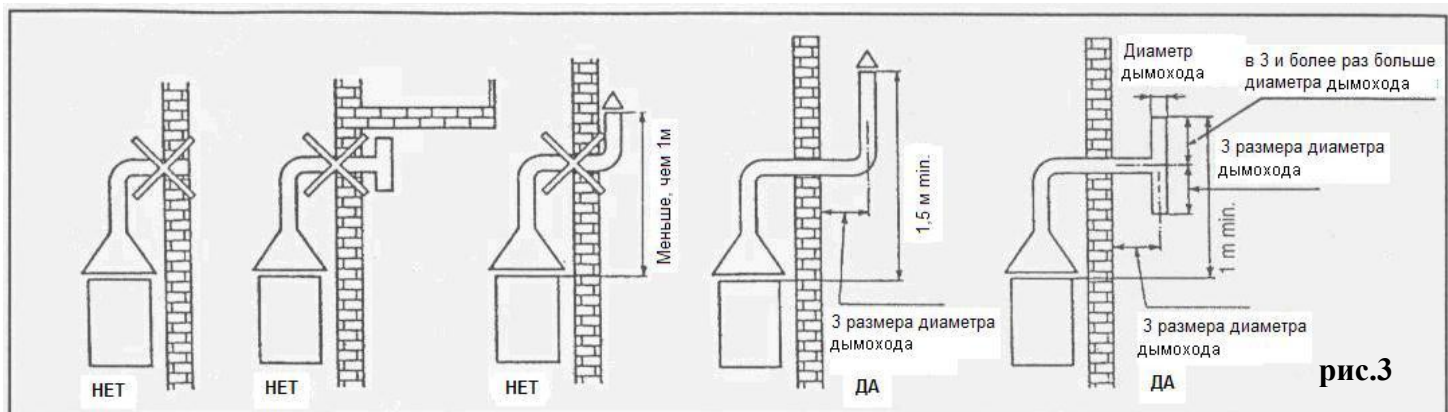

рис.3
4.4 При отсутствии дымохода, продукты сгорания выводятся за пределы помещения по одной из схем, приведенных на рис. 3, разработанные в соответствии с нормами безопасности UNI-CIG .